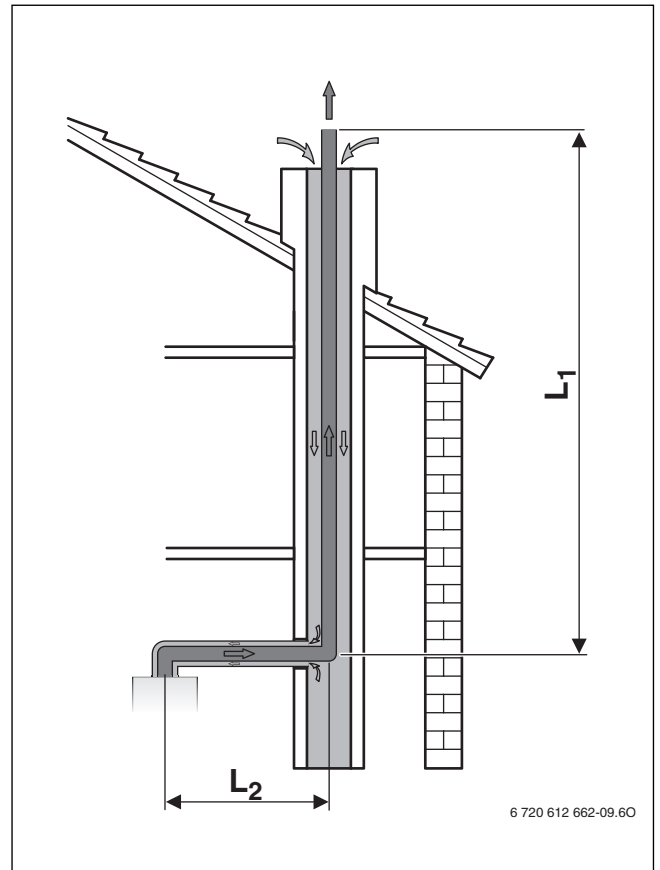

Fig. 11 Ghidarea gazelor arse în puț conform C₉₃
- Alimentarea cu aer de ardere prin puț pe principiul contracurentului (C₉₃, → Fig. 11):
- Dacă alimentarea cu aer de ardere se realizează printr-un puț în contracurent (→ Fig. 11), puțul trebuie curățat după cum urmează.